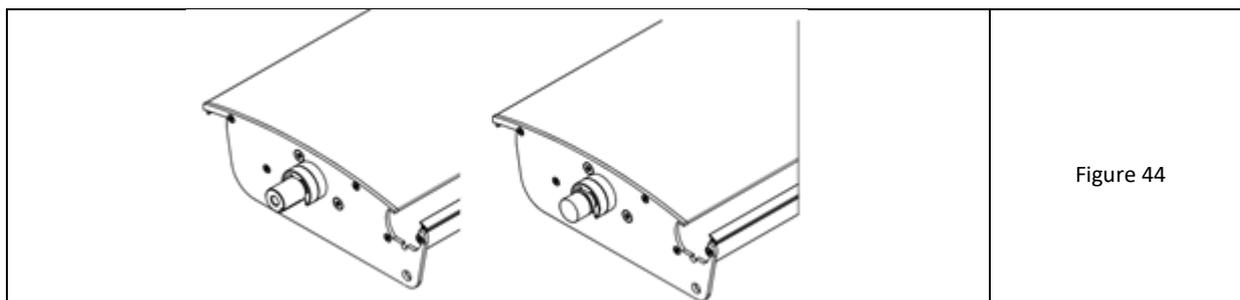

Figure 44
2. Il existe 3 types de lames qui se distinguent par les goupilles situées du côté des embouts d'entraînement (Fig. 44):